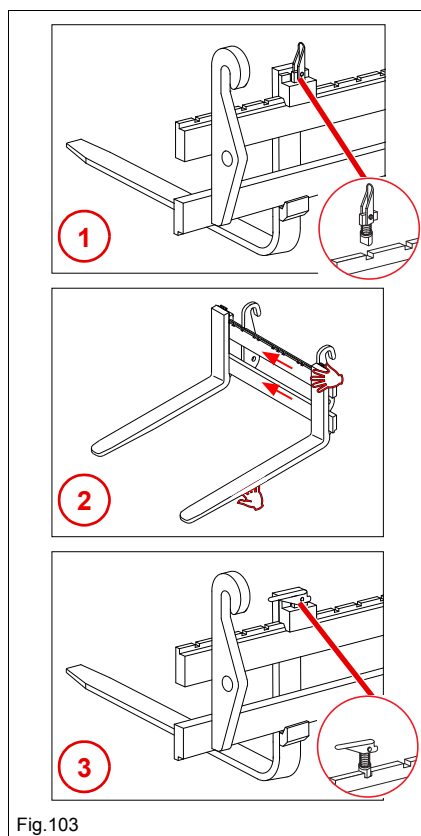

Fig.103
2. Sæt gaflernes låseanordning i position 1 Fig. 103.
4. Sæt gaflernes låseanordning i position 3 Fig. 103.